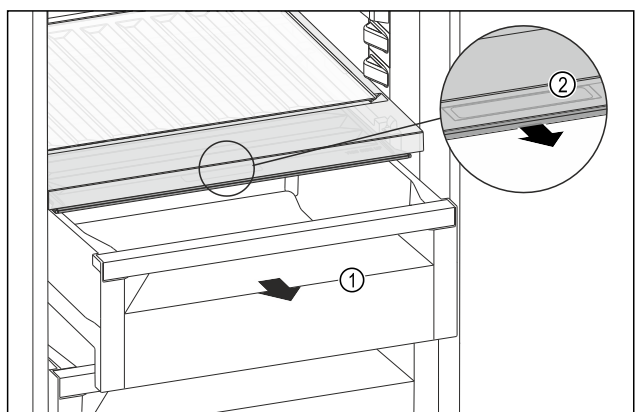

Fig. 97
- Schuifvak Fig. 97 (1) uittrekken.
- Greeplijst Fig. 97 (2) op het vakdeksel vastpakken en het vakdeksel gelijktijdig naar voren trekken.